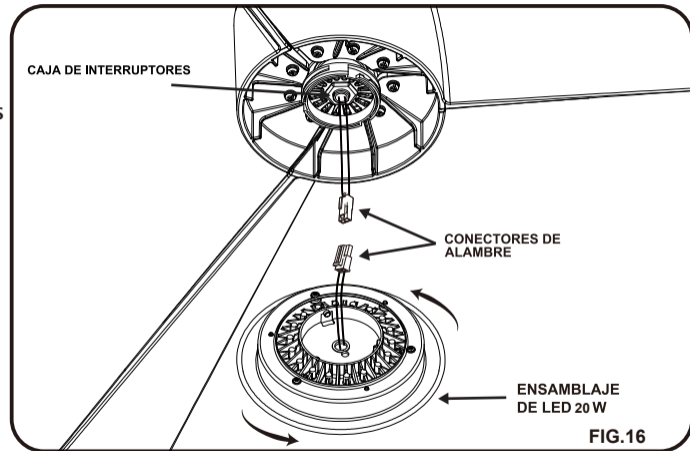

FIG.16
Paso 1. Sosteniendo la conjunto LED 20W bajo el ventilador, se encaian las clavijas de conexión de cables. (Fig.16)
Paso 2. Coloque la conjunto LED 20W a la placa caja del interruptor, y to gitando con fuerza. (Fig.16)